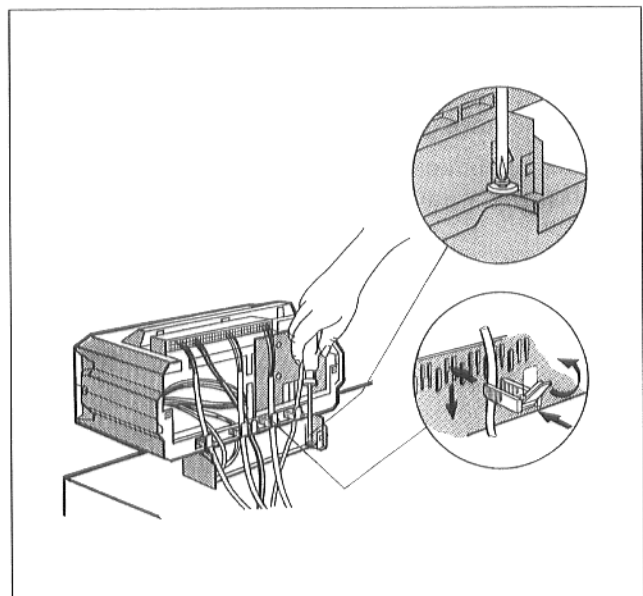

Abb. 16 – Prinzipabbildung
- Sockel des Regelgerätes innen rechts und links im Kabeldurchgang mit 2 Blechschrauben auf der vorderen Kesselhaube anschrauben (Abb. 16).
- Alle Leitungen mit Kabelschellen sichern: Kabelschelle mit eingelegter Leitung von oben in die Schlitz des Schellenrahmens einsetzen; der Steg des Hebels muß dabei nach oben zeigen. Kabelschelle herunterschieben und gegendrücken. Hebel nach oben umlegen (Abb. 16).